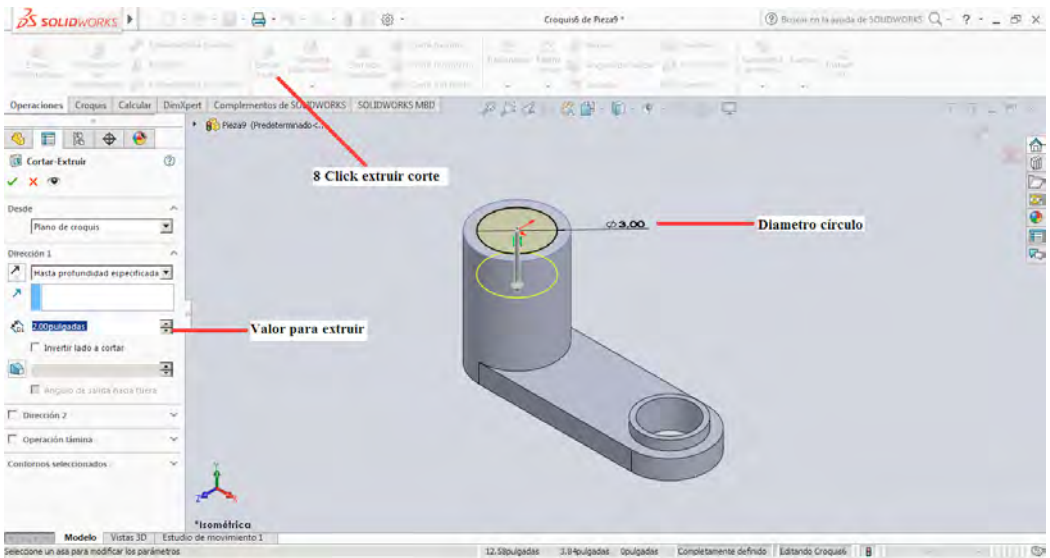

Figura 3-40
8. Posteriormente se realiza el mismo procedimiento del paso 7 sobre el círculo de la parte izquierda teniendo en cuenta que no se realiza el corte a toda la pieza solo una parte de ella. En la figura 3-40 se puede observar el resultado del procedimiento realizado.